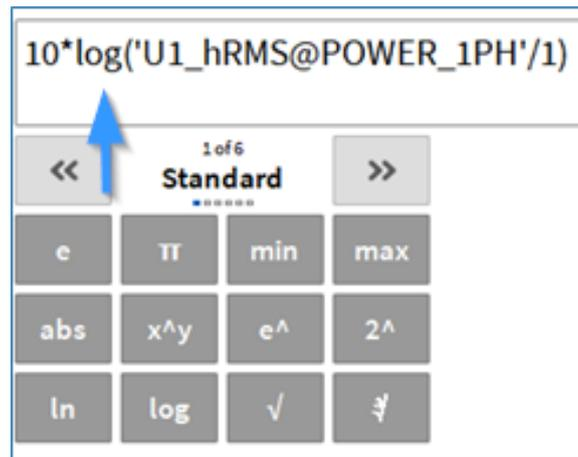

Abb. 7.71: Standardoperatoren in Kombination mit Array-Kanälen
- Standardoperatoren (siehe Abb. 7.71)